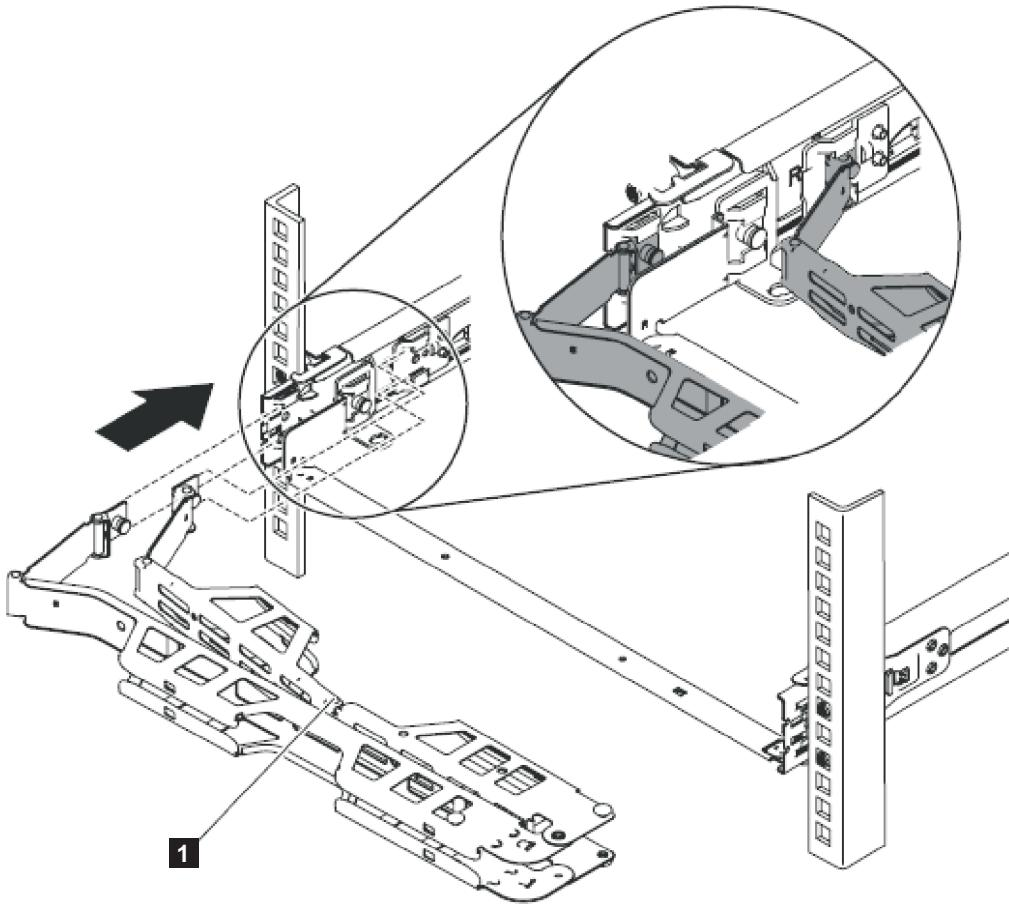

图 27. 安装电缆管理臂
2. 如第 30 页的图 27 所示，安装电缆管理臂。
注: 如图 27 中的 **1** 所示, 确保臂上的结点面向 SAN Volume Controller 2145-CG8。